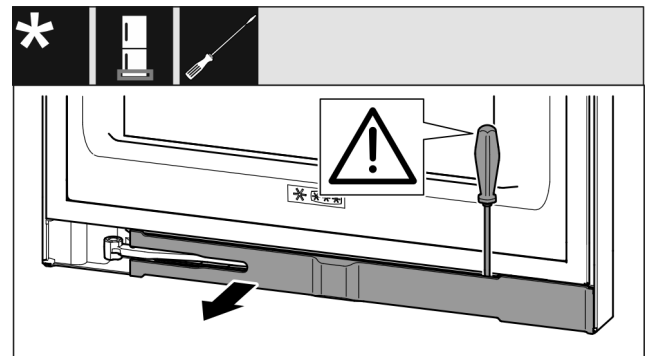

Fig. 12
- Dégager le cache au moyen d'un tournevis plat et le faire pivoter sur le côté. (voir Fig. 12)